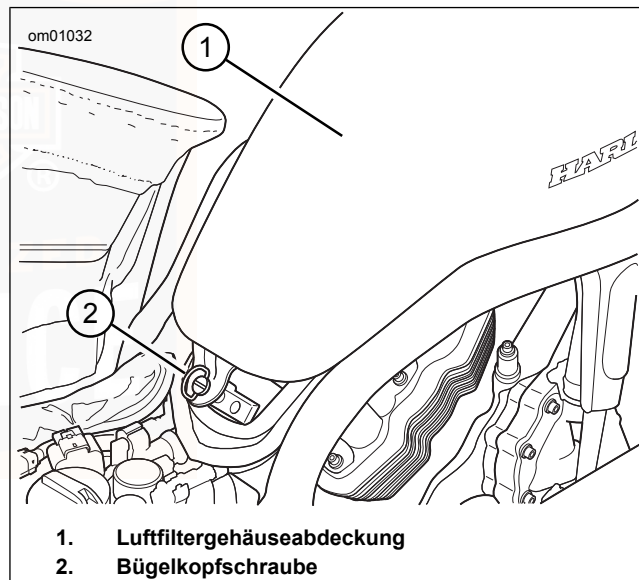

Abbildung 29. Luftfiltergehäuseabdeckung
3. Siehe Abbildung 29. Die Bügelkopfschraube um eine 1/4-Umdrehung gegen den Uhrzeigersinn drehen, um die Luftfiltergehäuseabdeckung zu entfernen. Die Luftfiltergehäuseabdeckung aus den vorderen Passöffnungen herausziehen.